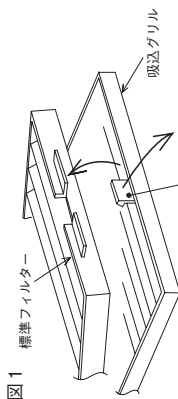
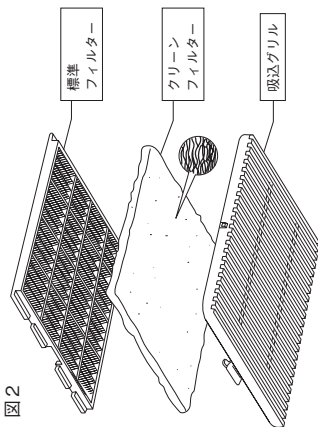

図1
図2
- (2)標準フィルターを取り外し（図1）、クリーンフィルター（1枚）を吸込グリルと標準フィルターの間を外郭を合わせて挟み込むようにして、取付けてください。（図2）